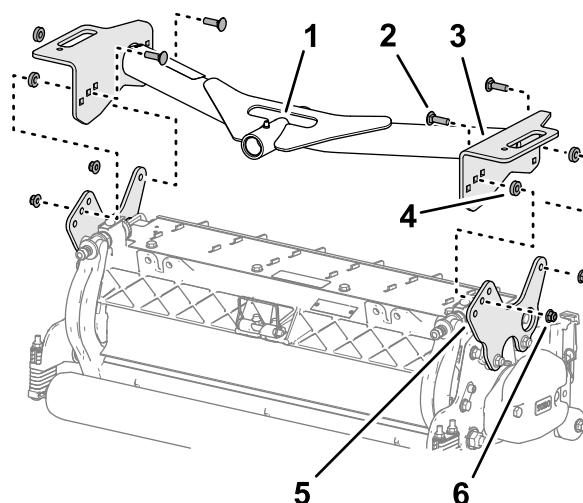

Figure 17
- Alignez les trous dans les plaques du bâti porteur avant sur les trous des plaques de montage de l'unité de coupe (**Figure 17**).
- Alignez une entretoise entre la plaque porteuse et la plaque de montage (**Figure 17**) et assemblez les plaques et l'entretoise sans serrer, au moyen d'un boulon de carrosserie ($\frac{3}{8}$ x $1\frac{1}{4}$ ") et d'un contre-écrou à embase ($\frac{3}{8}$ ").